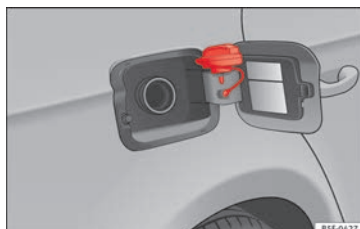

Fig. 59 Tampa do depósito com o tampão encaixado.
- Coloque-a no espaço existente na dobradiça da tampa aberta » **Fig. 59.**